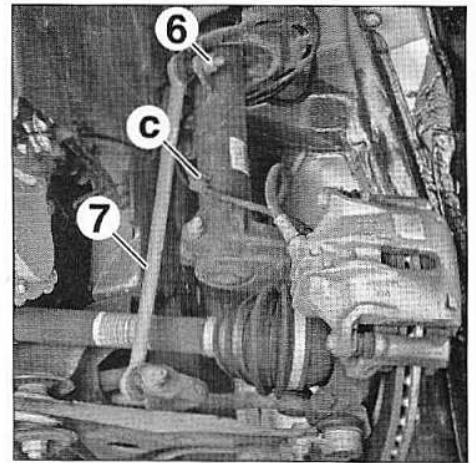
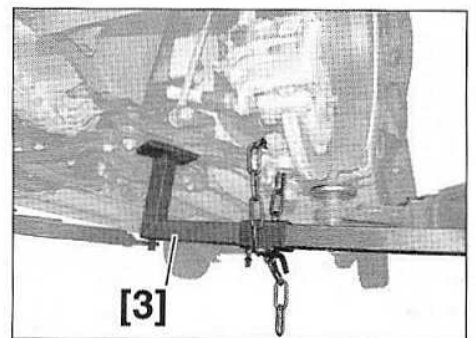

FIG.5
FIG.6
- le faisceau électrique en (c) (Fig.5).
- Déposer l'écrou (6).
- Ecarter la biellette anticouple (7).
- Déboîter la rotule inférieure de pivot à l'aide de l'outil [3] (Fig.6).
- Déboîter la rotule inférieure du pivot à l'aide de l'outil [3] (Fig.6).